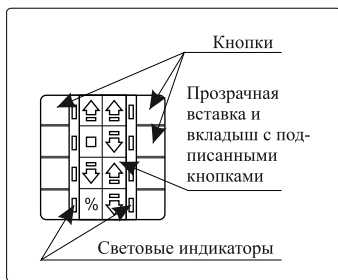

Рисунок 4. Элементы лицевой панели сценарного пульта
** Индикация осуществляется «индикатором» в Nero II 8413UP, Nero II 8422UPM, Nero II 8422DIN, Nero II 8413-50, Nero II 8713-50; в сценарном пульте индикация осуществляется с помощью четырех/шести/восьми световых индикаторов (см. рисунок 4).